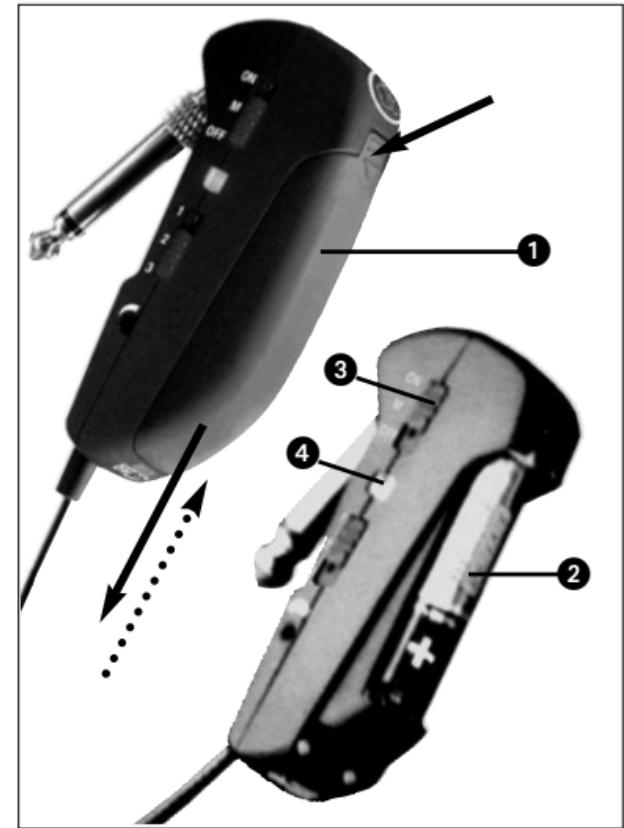

Abb. 2: Batterie einlegen
#### **3.1 Batterie einlegen/austauschen und testen** (siehe Abb. 2)
4. Legen Sie die mitgelieferte bzw. neue Batterie (2) wie in Abb. 2 gezeigt in das Batteriefach ein.
5. Stellen Sie den ON/MUTE/OFF-Schalter (3) auf ON.